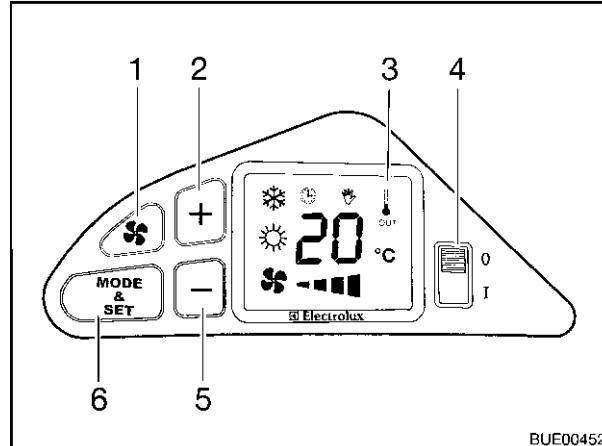

Fig. 88 Elementi di comando
- Posizionare l'interruttore di alimentazione (Fig. 88,4) su "I". Viene indicata la temperatura impostata.
- Impostare la temperatura desiderata con i tasti "+" (Fig. 88,2) e "-" (Fig. 88,5).
- Posizionare l'interruttore di alimentazione (Fig. 88,4) su "I".
- Premere il tasto "" (Fig. 88,1).
- Impostare la velocità dell'aria desiderata con i tasti "+" (Fig. 88,2) e "-" (Fig. 88,5).
- Premere il tasto "MODE & SET" (Fig. 88,6) finché non appare il simbolo del raffreddamento sul display (Fig. 88,3).
- Premere il tasto "MODE & SET" (Fig. 88,6) finché non appare il simbolo del riscaldamento sul display (Fig. 88,3).
- Posizionare l'interruttore di alimentazione (Fig. 88,4) su "0".